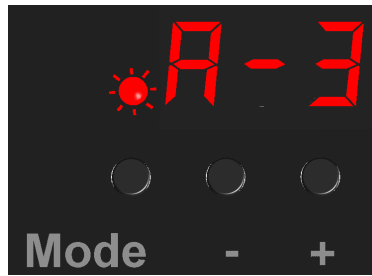

Рис. 5
- Для переключения режимов работы нажмите кнопку «Mode», перейдите к разделу меню (Рис. 5). Кнопками «+» и «-» установите необходимый номер программы. Путем нажатия